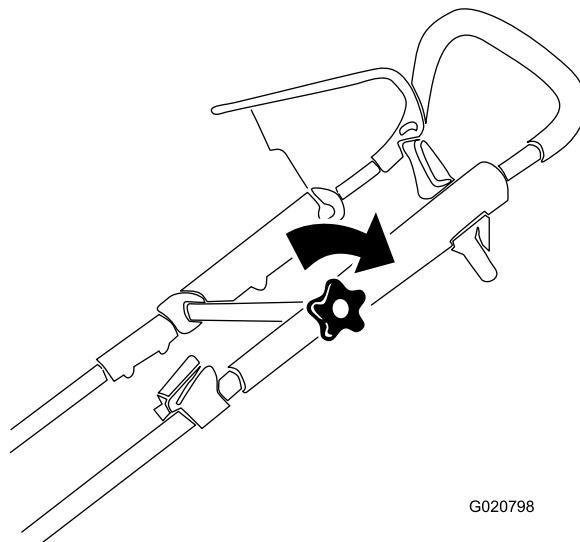

Рисунок 4
3. Переведите верхнюю ручку в требуемое положение и надежно затяните маховичок верхней ручки (Рисунок 4).